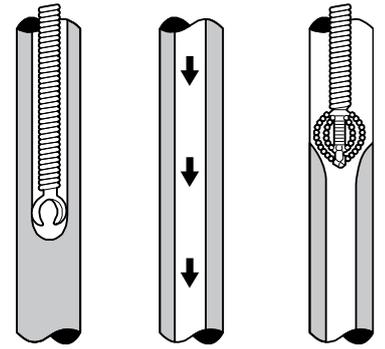

図 8
- ①パイプを傷めないために、始めにパイプ径より小さめのストレートヘッドを使用して道をつけてください。(図 8)
- ②パイプ内に水を流してください。
- ③パイプ内径いっぱいのサイズのヘッド (チェーンカッタ、スパイクカッタなど) を使用してパイプ内の付着物を完全に取り除きます。